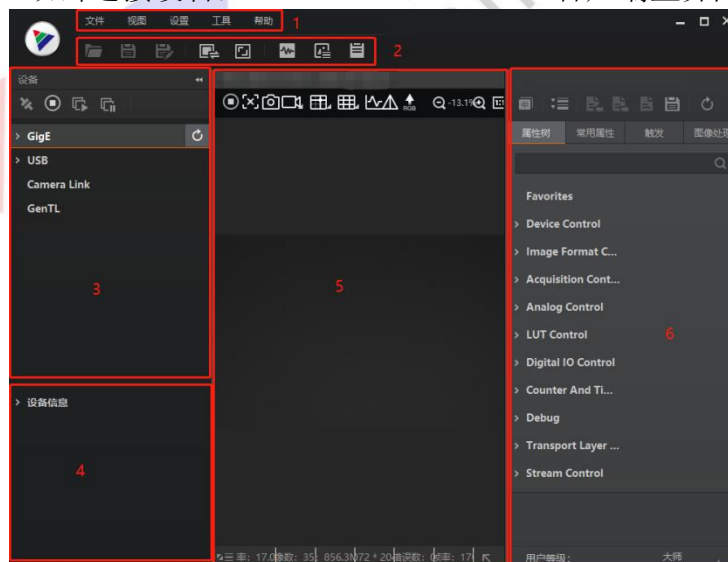

图2-8 软件主界面
3. 枚举到设备后，双击连接设备，OPT Camera Demo 16 客户端主界面如图 2-8 所示。